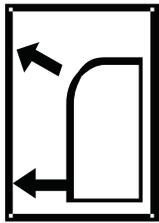

Figure 18 – Flux d'air double
2. Sélectionnez le flux d'air qui correspond le mieux à vos besoins. Lorsque vous réglez la sélection du flux d'air, utilisez l'icône de **flux d'air double** (consultez la fig. 18).